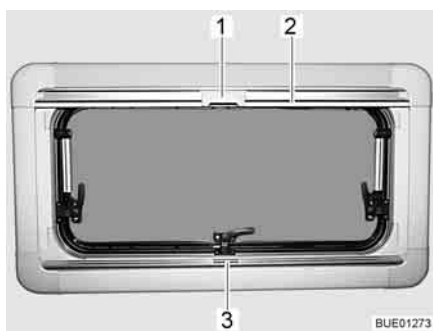
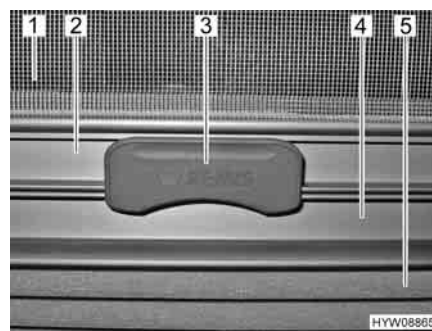

Fig. 41 Finestra apribile
Fig. 42 Aggancio
La tendina oscurante pieghevole (Fig. 42,5) è montata nella cassetta inferiore.
- Afferrare la tendina oscurante pieghevole per la parte centrale della barra di presa (Fig. 41,3 e Fig. 42,4), tirarla dal basso verso l'alto e rilasciarla nella posizione desiderata. La tendina oscurante pieghevole rimane in questa posizione.
Zanzariera a rullo La zanzariera a rullo (Fig. 42,1) è montata nella cassetta superiore.
- Tirare la zanzariera a rullo accompagnandola con la barra di presa (Fig. 41,2 e Fig. 42,2) verso il basso, fino a quando la barra di presa non arriva a contatto con la tendina oscurante pieghevole (Fig. 42,4).
- Bloccare l'aggancio (Fig. 41,1 e Fig. 42,3) della zanzariera a rullo nella barra di presa della tendina oscurante pieghevole. Se l'aggancio risulta bloccato, la tendina oscurante pieghevole e la zanzariera a rullo possono essere spostate insieme.
- Premere in alto l'aggancio (Fig. 42,3) sulla zanzariera a rullo.
- Ricondurre lentamente la zanzariera a rullo accompagnandola con la barra di presa (Fig. 41,2).